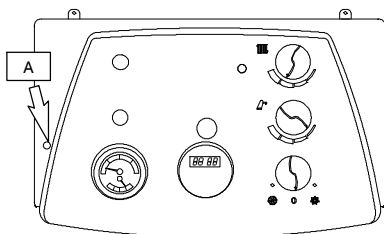

fig. 5.1
- 2 Togliere la vite "A" (fig. 5.1) e ribaltare il pannello comandi in avanti.